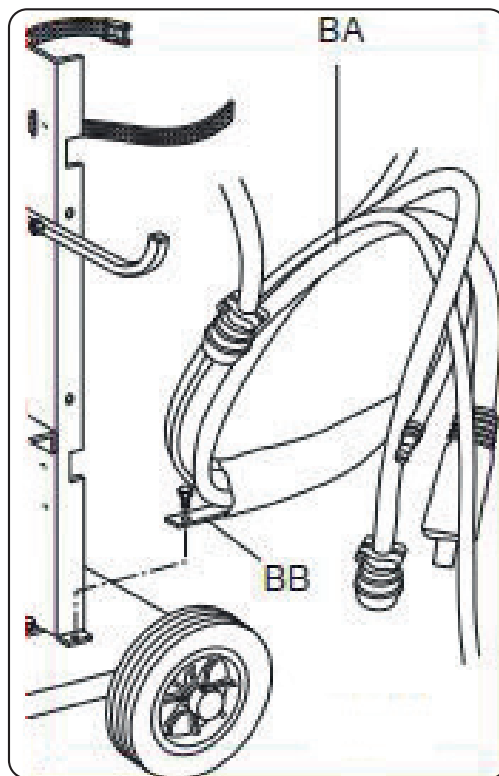

Fig. 3
- ◆ Bloquer l'extrémité du raccordement BA en fixant la languette BB à la base de la machine (voir fig. 3).